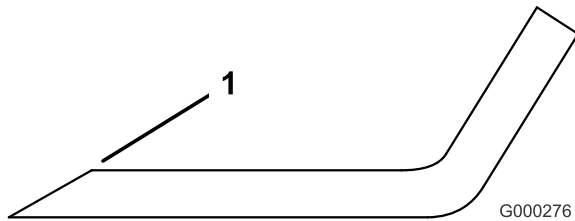

Figure 95
1. Au moyen d'une lime, aiguissez les tranchants aux deux extrémités de la lame (Figure 95). Veillez à conserver l'angle de coupe d'origine. Limez la même quantité de métal sur chacun des deux tranchants pour ne pas déséquilibrer la lame.